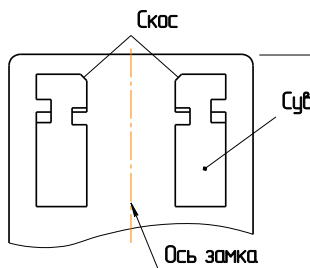

Рис.3
- сувальды кодовых кнопок должны быть установлены скосом в направлении к оси замка (рис.3);